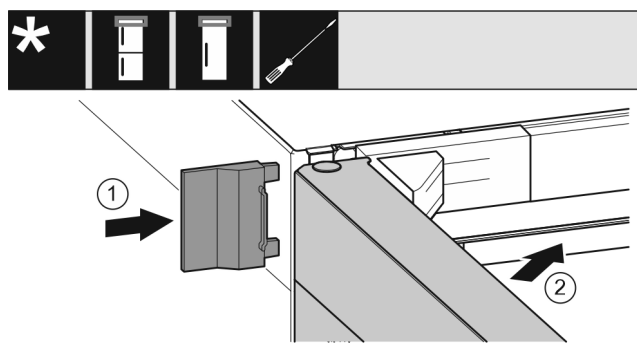

Fig. 25
- Нахлузете външния капак Fig. 25 (1).
- Затворете горната врата Fig. 25 (2).